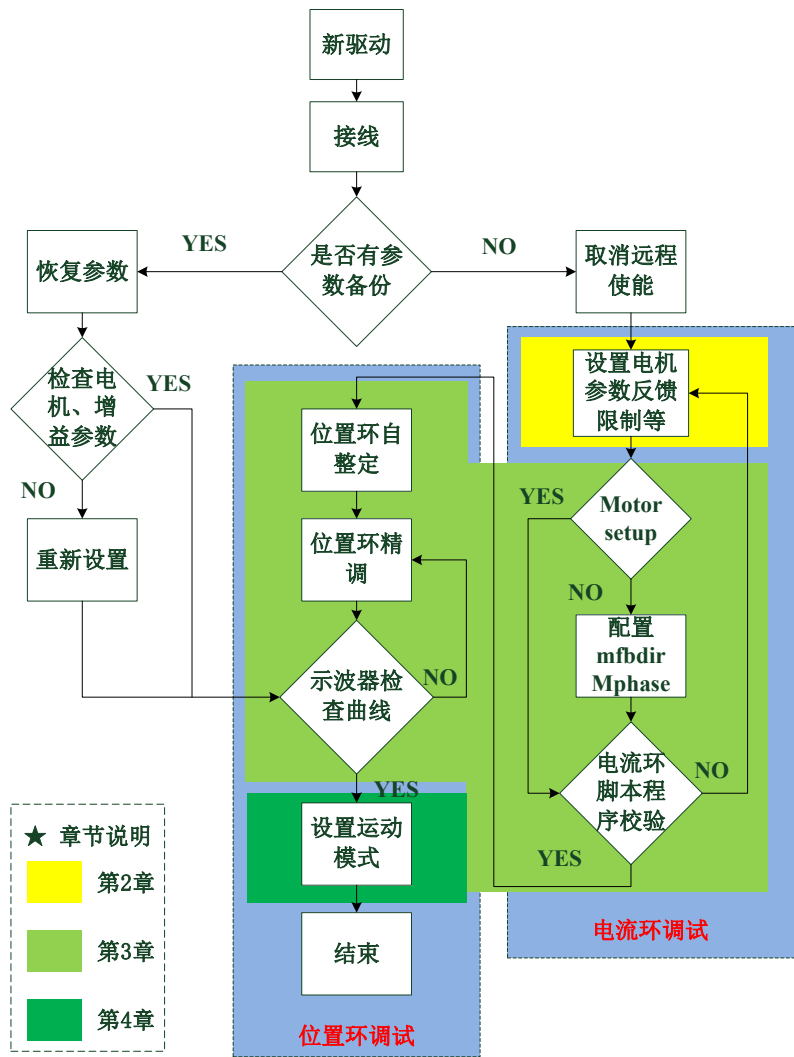

图 1-6 GTHD 调试流程
(2) 设置电机参数。将额定电流、反馈分辨率等电机参数输入到驱动中。
(3) 电机识别并调试电流环。参数设置完成之后，先进入“motor setup”做电机识别，如电机识别失败，需手动测试电机相序 mfbdir 和相角 mphase，最后用电流环脚本程序校验。
(4) 调试位置环参数（速度环参数）。完成第（2）步，电流环调试结束，如位置环（速度环）控制算法使用 HD 算法，该算法整合了速度环和位置环于一体，可不必专门调试速度环参数，只用 HD 算法在位置环调试，参数调试结束后，速度环控制算法设置为 HD 算法即可。如驱动工作在速度环，且速度环控制算法为 PI 控制、PDF 控制等算法，则需调试速度环参数。
(5) 设置运动模式。参数调试结束后，设置驱动工作模式，即可配合控制器工作。图 1-6 显示 GTHD 整体调试流程。